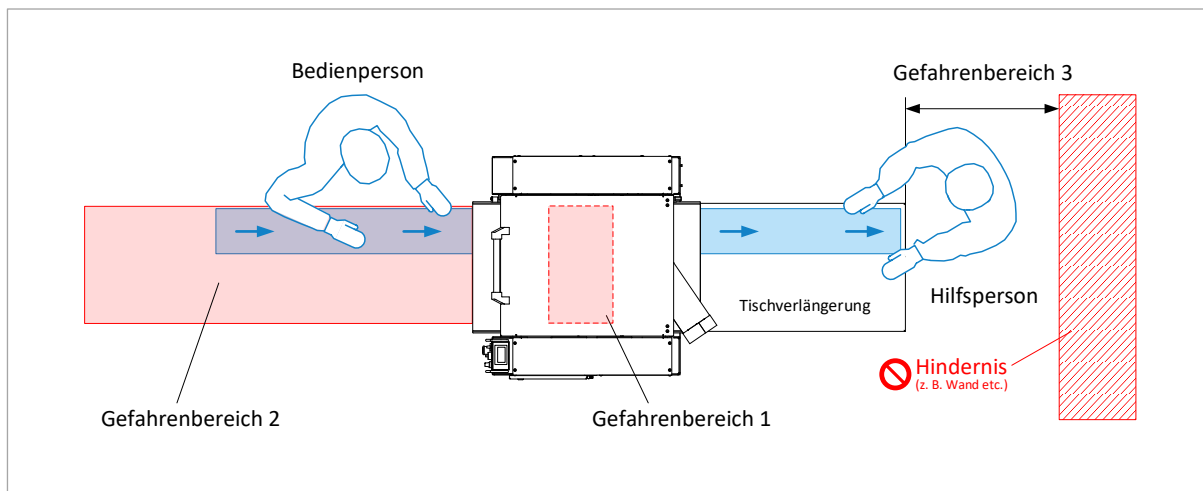

Abbildung 2: Gefahrenbereiche beim Dickenhobeln
- Die Bediersonen der Maschine muss beim Dickenhobeln generell auf der Aufgabeseite der Maschine, in Schnittrichtung und mit dem Körper seitlich des Maschinentisches stehen. Das Betreten des in ⇒ Abbildung 2 gekennzeichneten Gefahrenbereichs 2 ist bei laufender Messerwelle verboten.